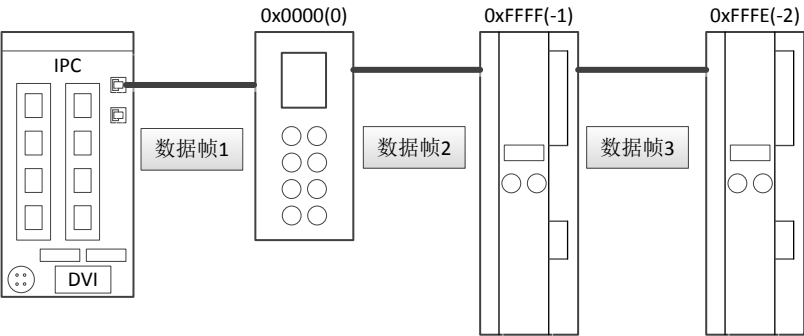
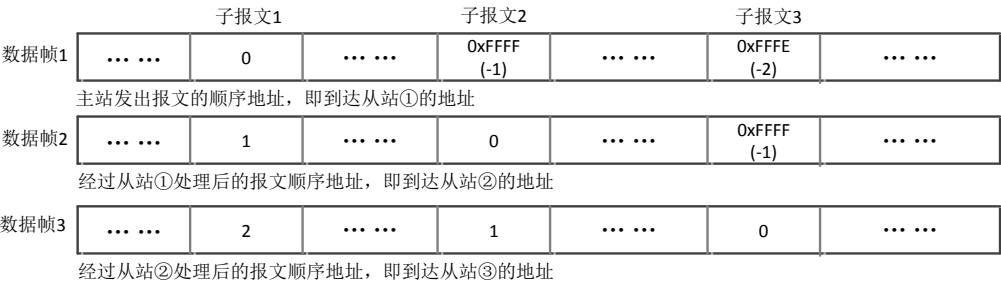

图 7-7 顺序寻址的从站地址
图 7-8 顺序寻址时子报文地址的变化
图 7-7 中，网段中有 3 个从站设备，其顺序寻址的地址为 0、-1、-2 以此类推。主站使用顺序寻址访问从站时子报文的地址变化如图 7.8 所示。主站发出 3 个子报文分别寻址 3 个从站，其中的地址分别是 0、-1 和-2，如图数据帧为 1。数据帧达到从站①时，从站①检查到子报文 1 中的地址为 0，从而得知子报文 1 就是寻址到自己的报文。数据帧经过从站①后，所有的顺序地址都增加 1，称为 1、0 和-1，如图 7.8 中的数据帧 2。到达从站②时，从站②发现子报文 2 中的顺序地址为 0，即为自己的报文。同理，后续的从站都按此方法来寻址。如图 7.7。在实际工程应用中，顺序寻址主要用于启动阶段，主站配置站点地址给各个从站。此后，可以使用与物理位置无关的站点地址来寻址从站。使用顺序寻址机制能自动为从站设定地址。如图 7-8。